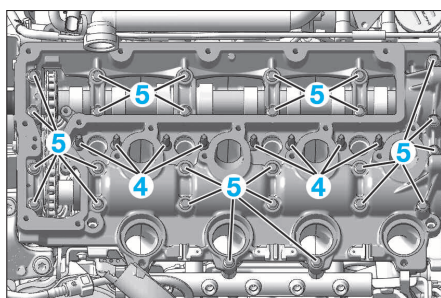

FIG. 58
- Bloquer le tendeur (3) de chaîne de distribution (à l'aide de la pige [9]).
- Déposer le tendeur (3) de chaîne de distribution.
- Déposer (Fig.58) :
- les 8 vis colonnettes (4)
- les 26 vis (5).